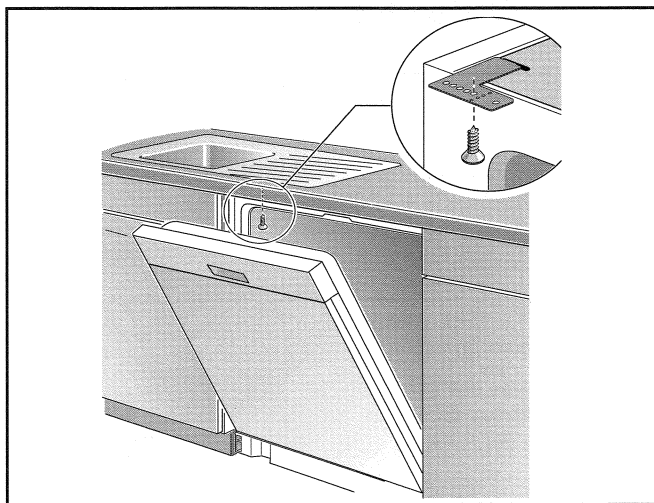
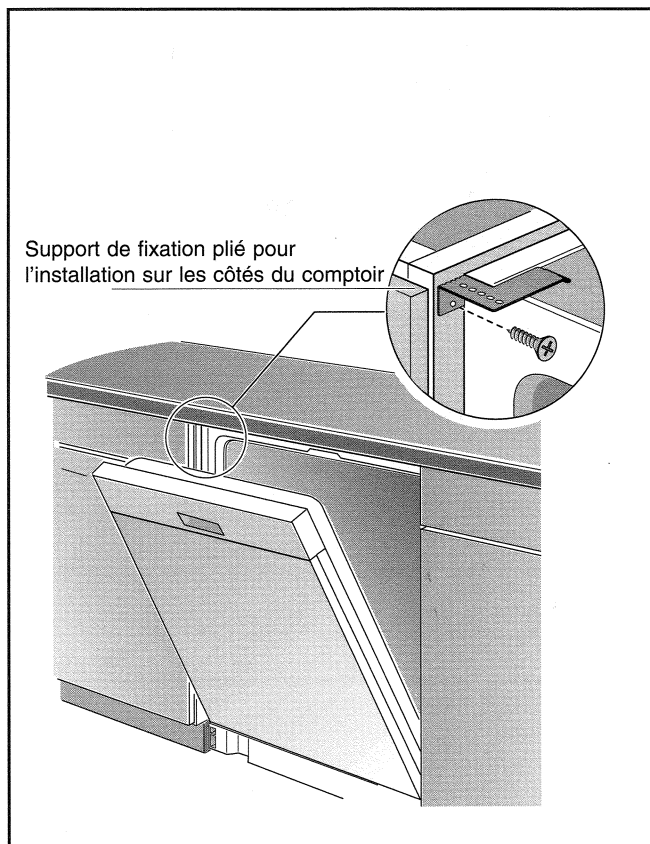
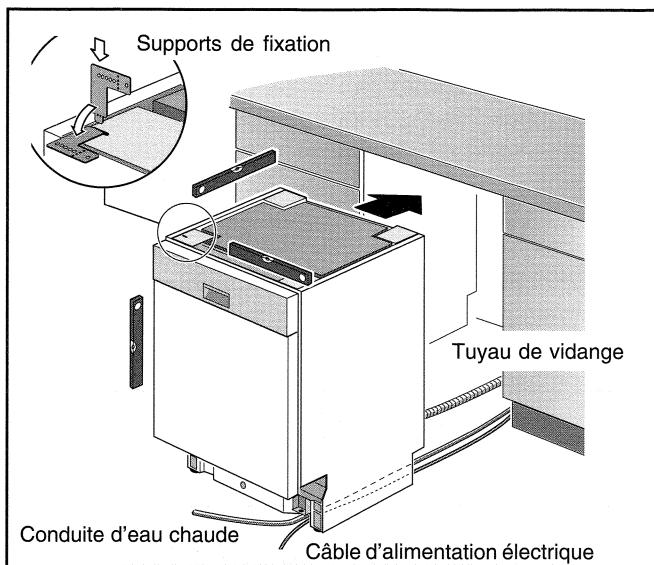
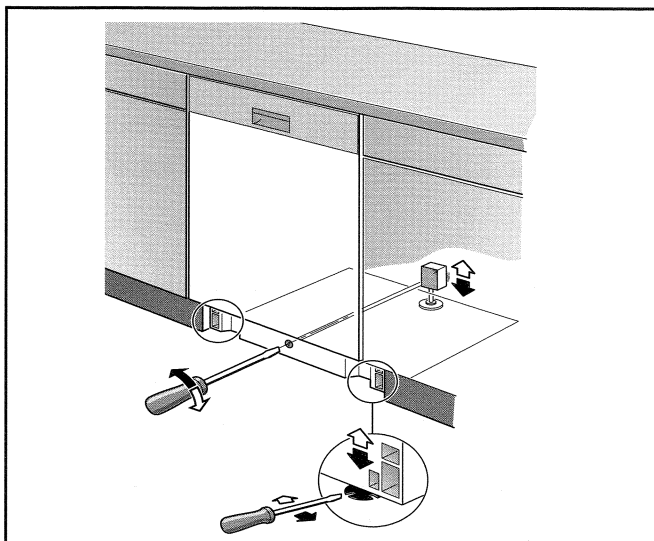

Figure 8
Figure 9
Figure 10
Figure 11
1. Déterminer comment seront placés les supports de fixation. Les supports peuvent être placés de façon à être fixés sous le devant du comptoir, figure 8, ou ils peuvent être repliés de façon à être fixés sur les côtés de l'ouverture, figure 9. Si le dessus du comptoir est en granite, en marbre ou d'autres surfaces naturelles très dures, le lave-vaisselle devrait être fixé sur les côtés, sinon la surface pourrait être endommagée par le perçage. Lorsque l'on est décidé, fixer les supports avant de glisser le lave-vaisselle en place, figure 10.
2. Aligner la conduite d'eau chaude et le câble d'alimentation électrique de façon à ce que ces derniers puissent passer facilement dans la rainure sous le lave-vaisselle, figure 10.
Une fois glissé en place, faire les derniers réglages de niveau tel qu'il est indiqué à la figure 11. Ensuite, pour maintenir le bon alignement du lave-vaisselle, visser 4 vis à bois dans les trous des fixations qui ont été placés à chacun des coins avant, voir figures 8 et 9.
Le pied niveleur arrière se règle en tournant la vis centrale à l'avant du lave-vaisselle. Les pieds niveleurs avant se règlent en les tournant. Voir figure 11 ci-dessus.